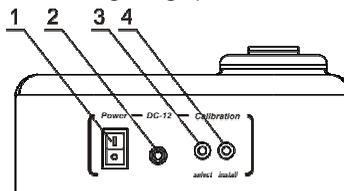

Abb. 2 Rückseite
- Alternativ: Schließen Sie das externe Netzgerät an die Netzsteckdose (Abb. 2/2) auf der Rückseite des Geräts an.
- 3.4.2. Schalten Sie das Gerät am Netzschalter (**Power**) (Abb. 2/1) auf der Rückseite des Geräts (Position I) ein.
- 3.4.3. Drücken Sie die Taste **Select** (Auswählen) (Abb. 2/3) auf der Rückseite des Geräts (benutzen Sie einen Stift mit max. 2 mm Durchmesser, um die **Select**- und **Install**-Tasten [Auswählen- und Installieren-Tasten] zu drücken). Auf dem Display blinkt die Anzeige „- -“, die darauf hinweist, dass das Gerät bereit ist, die Kalibrierungswerte des ersten Kalibrierpunktes zu speichern - der leere Steckplatz.
- 3.4.4. Durch Drücken der Taste **Install** (Installieren) (Abb. 2/4) wird der Kalibrierungswert des leeren Steckplatzes im Gerätespeicher abgelegt und der nächste Kalibrierwert angezeigt (blinkende Anzeige „0,00“).
- 4.2. Schalten Sie das Gerät am Netzschalter (**Power**) (Abb. 2/1) auf der Rückseite des Geräts (Position I) ein (ON).